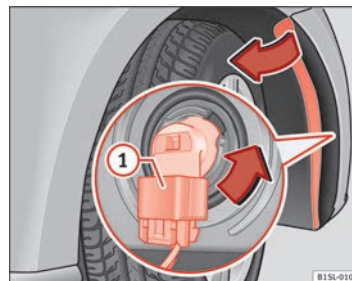

Fig. 152 Cambio de las lámparas de los faros.
5. Desbloquee el conector ⇒ **fig. 152** **1** y retírelo.
- Gire el portalámparas ⇒ **fig. 152** en la dirección de la flecha, **en sentido contrario a las agujas del reloj** hasta el tope y extráigalo junto con la lámpara retirándolo hacia atrás.